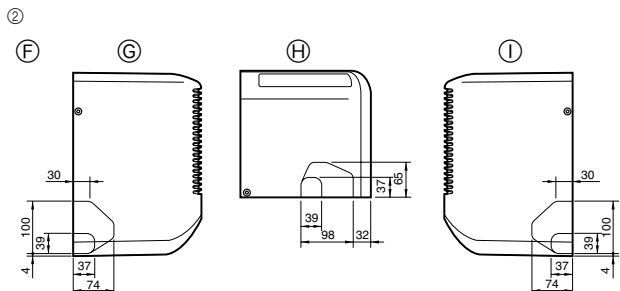

Fig. 4-4
- ② Выберите расположение пробивных отверстий в корпусе прибора (Fig. 4-4)